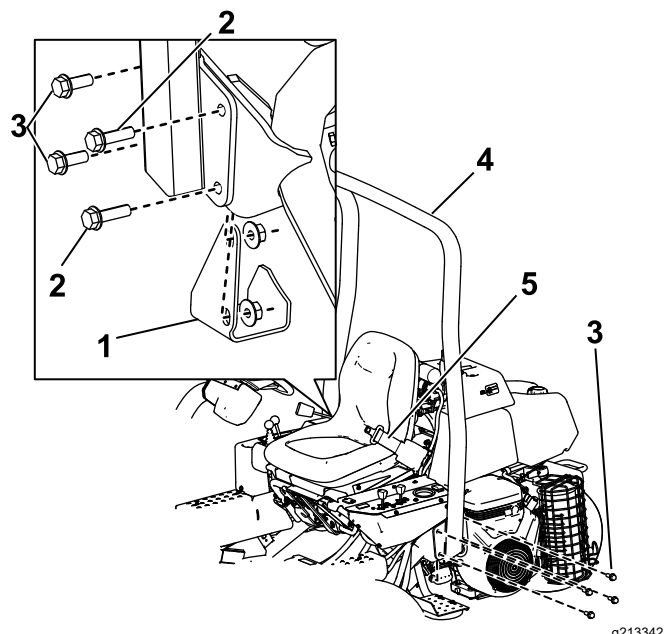

Figure 4
2. Abaissez l'arceau de sécurité (Figure 4) sur les supports de montage en alignant les trous de fixation.
3. Fixez le côté gauche de l'arceau de sécurité au support de montage avec 4 boulons (1/2 x 1 1/2") et contre-écrous (Figure 4).
5. Fixez le côté droit de l'arceau de sécurité et l'appui de cric déposé précédemment sur le support de fixation au moyen de 2 boulons (1/2" x 1 1/2"), 2 boulons (1/2" x 1 3/4"), 1 rondelle et des contre-écrous, comme montré à la Figure 4.